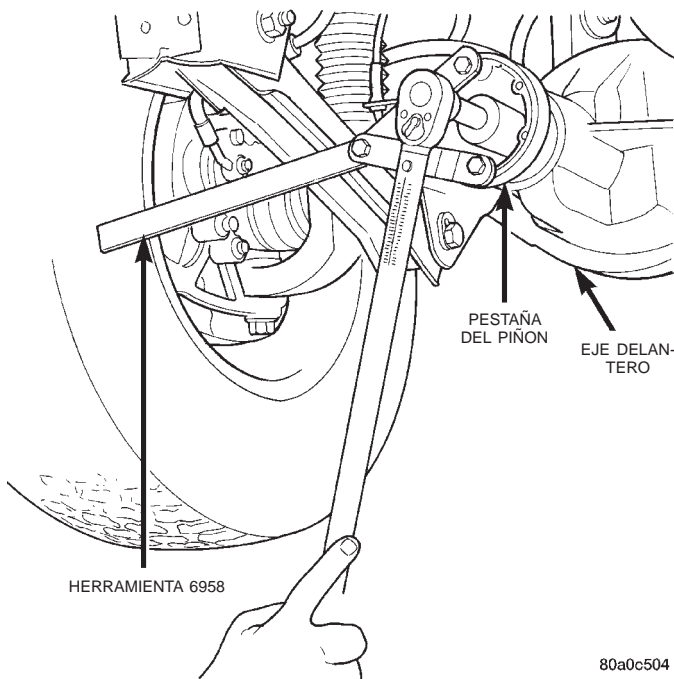

Fig. 13 Ajuste de la tuerca del eje del piñón
(5) Si el esfuerzo de rotación es bajo, use la herramienta de sujeción 6958 para sujetar la pestaña gemela del piñón (Fig. 13), y apriete la tuerca del eje del piñón en incrementos de 6,8 N·m (5 lbs. pie) hasta alcanzar el esfuerzo de rotación adecuado.